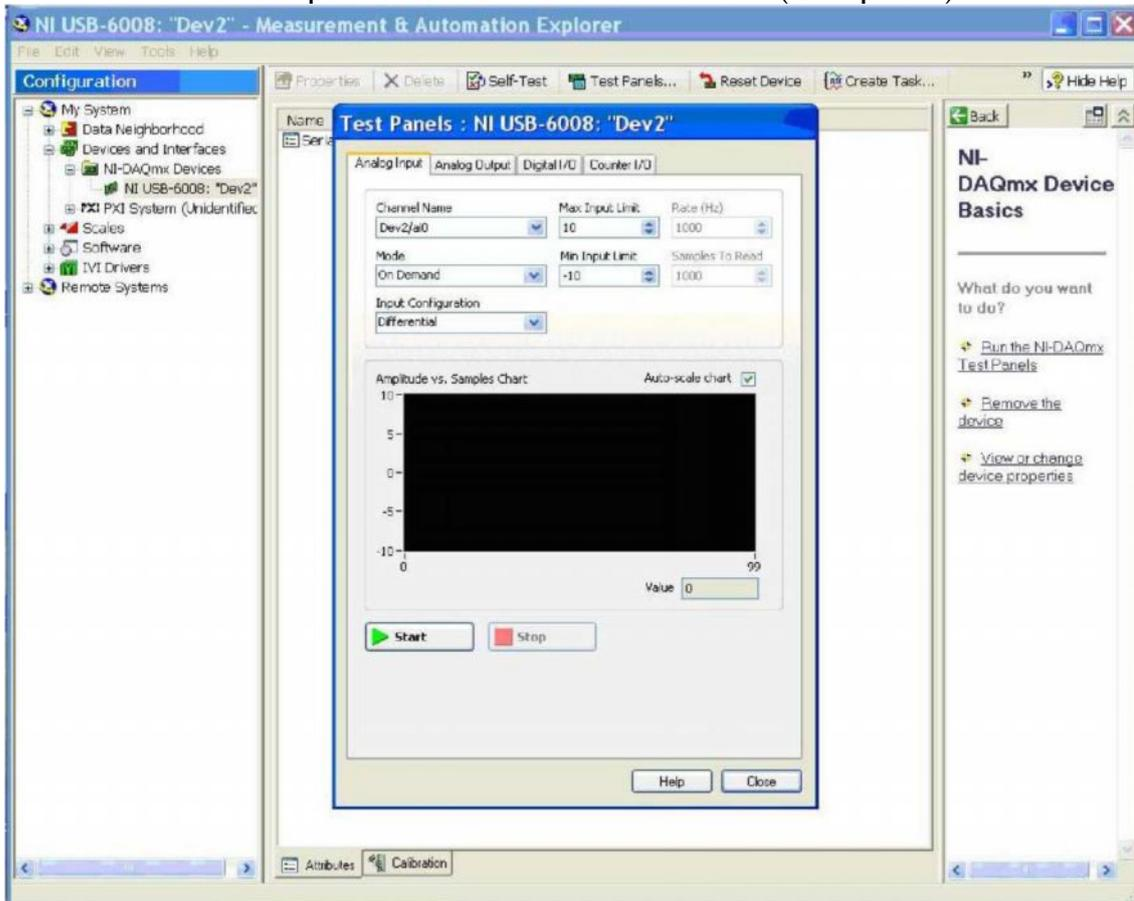

Рисунок 4.
4.9. Откроеется окно тестовой панели (См. рис.4)